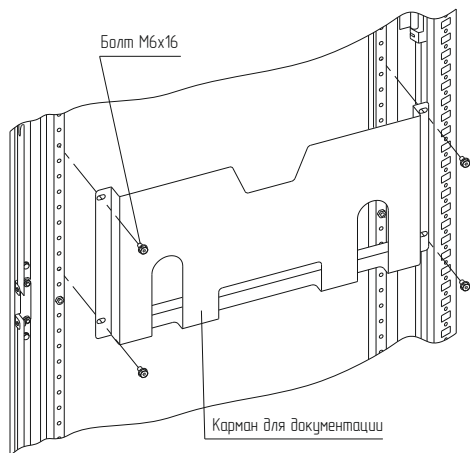

Рисунок 54
4.29.2 Закрепить карман для документации на вертикальных рейках двери на нужной высоте болтами М6×16. Момент затяжки – 7 Н·м (рисунок 54). Болты приобрести отдельно.